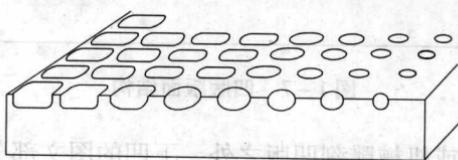

图 1-10 网穴的开口、深度同时变化的凹版
(3) 凹版版面上的网穴在深度变化的同时, 网穴的开口也在变化, 图像阶调层次亮的部位, 雕刻的网穴开口小、深度浅; 反之, 图像阶调层次暗的部位, 雕刻的网穴开口大, 深度也深。这类网穴结构如图 1-10 所示。